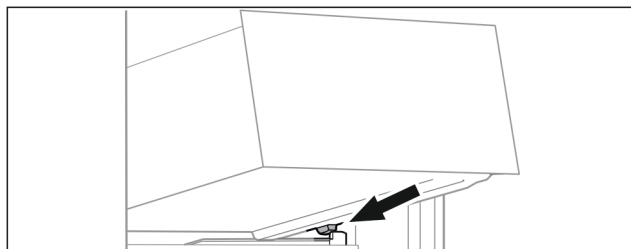

Fig. 65
- ▶ Nasadte zásuvku šikmo za zarážku na žebrování na nádoby. (viz Fig. 65)